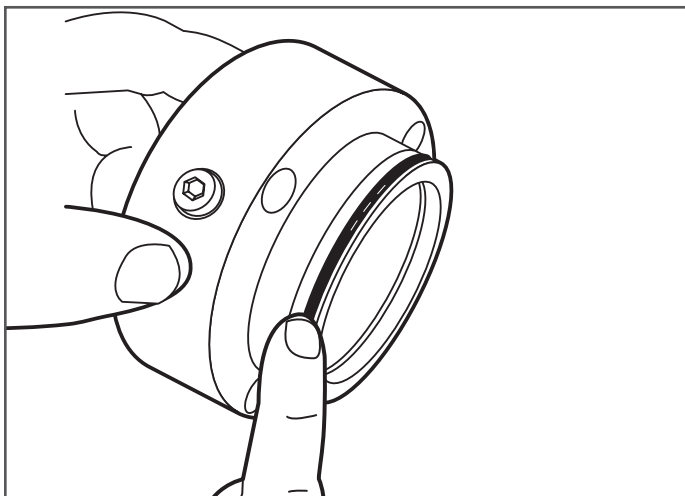

Figure 7-13
14. Assurez-vous que le joint torique extérieur n'est pas endommagé ou usé (Figure 7-13).